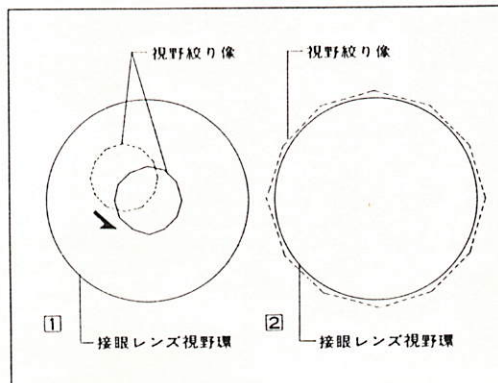

図 16
- 2) 視野絞り像が接眼レンズの視野に対して偏心しているときは、同心になるようにコンデンサ心出しねじで調節します。(図16-①)
- 3) 対物レンズを $40\times$ に切り替え、視野絞り像が図16-②のように接眼レンズの視野とほぼ同じになるように、絞りの大きさを調節します。偏心している場合は、コンデンサ心出しねじで正しく心出しします。